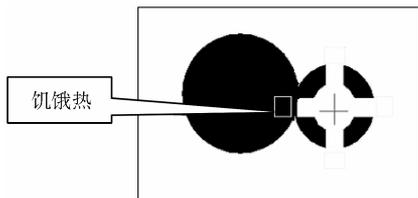

图 15-28 “饥饿热”问题
(5) 分析检查“饥饿热”问题,就是检查设计中所有的热焊盘与“CAM Plane”的连接是否有效。注意,这里是相对于“CAM Plane”负片类型的平面层而言的,如图 15-28 所示。